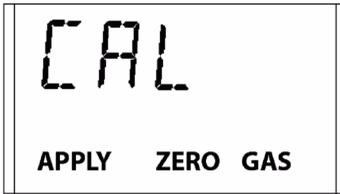

Fig. 10 Visualización en la pantalla para suministrar el gas de puesta a cero
- los indicadores APPLY ZERO GAS [aplicación de gas cero] [→ Fig. 10].